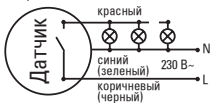

Рис. 4
4. Подключите к датчику питание и нагрузку в соответствии со схемой подключения (рис. 4).